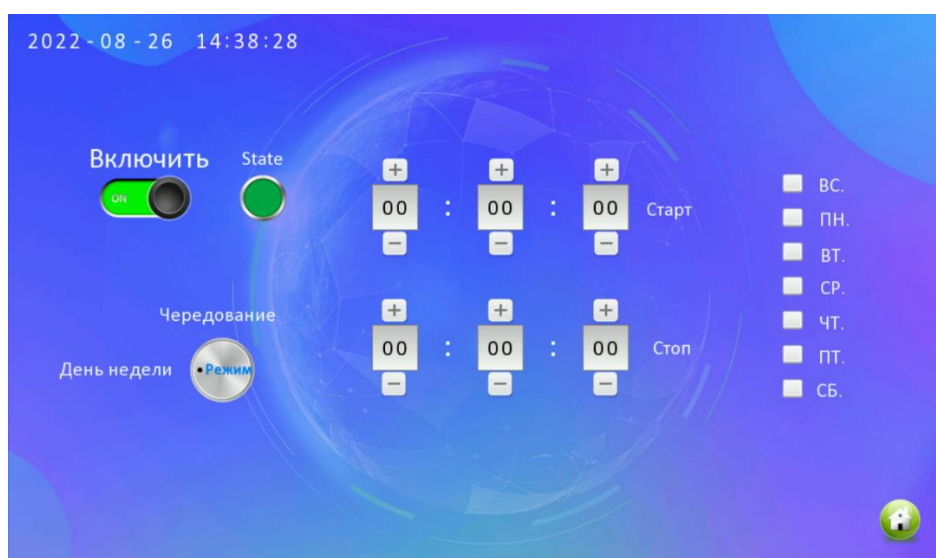

Рисунок 4. Меню настройки расписания работы насосной станции.
9. Кнопка перехода в меню настройки расписания запусков насосной станции (Рисунок 4);